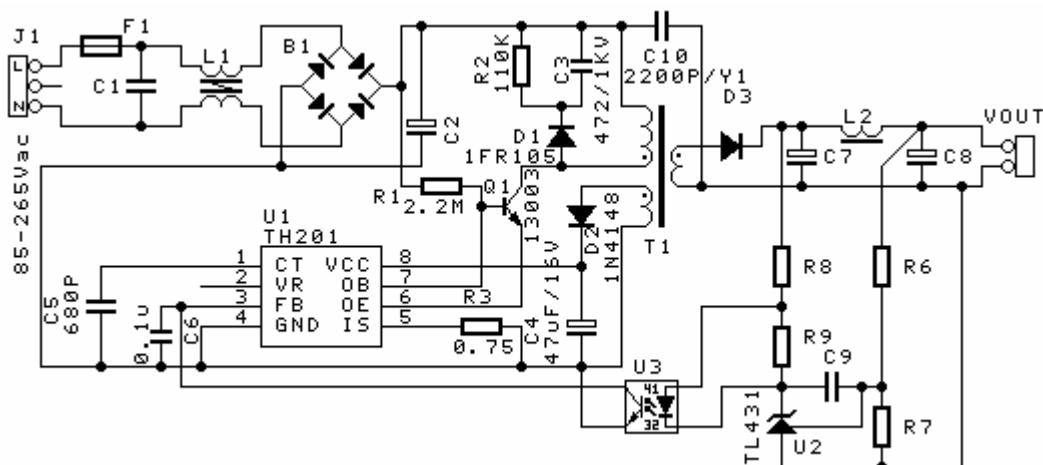

图 3、18W 开关电源
- 电源启动电流选择 0.5-3mA，功率管的放大倍数可按 10 计算，则启动电阻（如图 3、图 4 的 R1）选择应保证电源启动时功率管基极电流为 0.05-0.3mA，因此，可 10 倍减少启动电阻的功耗，降低了待机功耗；
- 图 3、图 4 中 C5=680pF，最高工作频率约 60KHz；
- 开关变压器（图 3、图 4 的 T1），参考绕组整流输出 4.8-9V（推荐 6V）为 TH201 提供工作电源；
- 电源功率管选择：如最大峰值电流 0.8A，考虑 OB 开电流则功率管 β 值应达 10@5Vce@0.8A，对应检测电阻（图 3、图 4 的 R3）为 0.75 欧姆；任意电流情况下，功率管应工作在饱和区，检测电阻为 0.6V/最大峰值电流；
- 例一（图 3），18W 开关电源，输出电压由 R6、R7 分压比决定，但需考虑开关变压器 T1 变比。